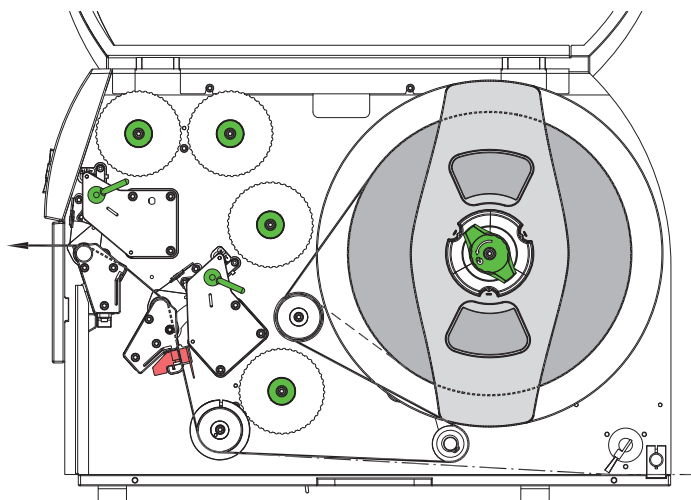

Bild 10 Etikettenlauf
1. Etikettenstreifen von ca. 1 m Länge von der Rolle abwickeln und gemäß Bild 10 zur Druckmechanik führen. Die gestrichelte Linie gilt für innengewinkelte Etiketten.